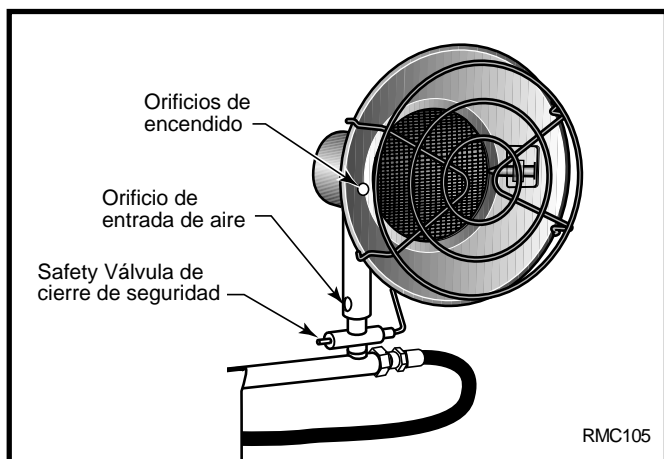

Fig. 3 Coloque el fósforo debajo del orificio de encendido.
4. Espere cinco (5) minutos para limpiar el aire. Después trate de oler gas, incluso cerca del piso. Si huele a gas, ¡DETÉNGASE! Siga el paso "B" en la información de seguridad ubicada en un lado del calentador. Si no huele a gas, continúe con el siguiente paso.
5. Gire la perilla del regulador del calentador en el sentido antihorario  a la posición de alto "Hi". Oprima el émbolo de la válvula de cierre de seguridad durante cinco (5) segundos. (Fig. 3)
2. No trate de encender un quemador con el otro. Use un fósforo en cada uno. Encuentre el orificio de encendido en un lado del quemador. (Fig. 3) Sostenga el fósforo encendido debajo del orificio de encendido.
- Oprima el émbolo de la válvula de cierre de seguridad (Fig. 3)